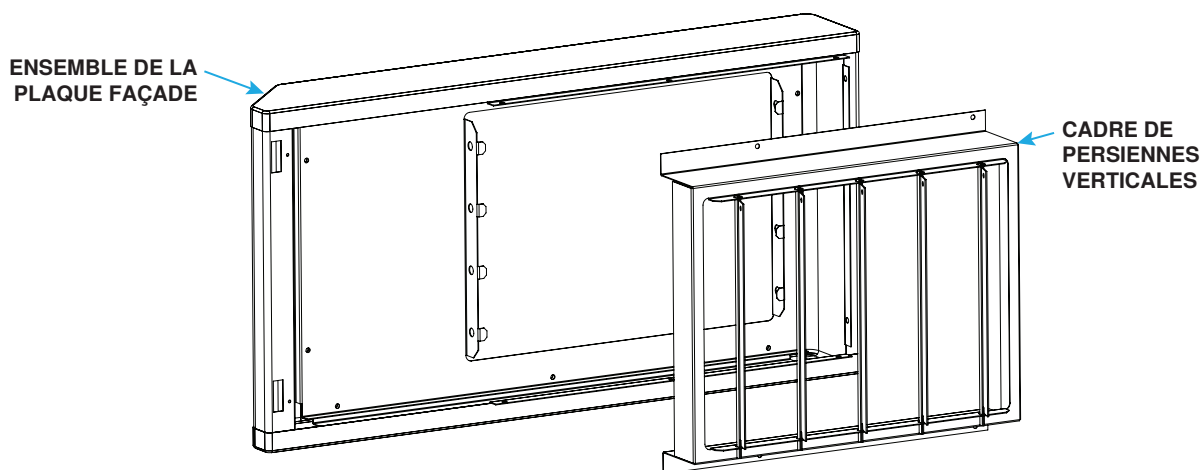
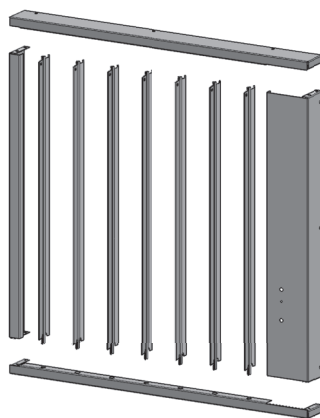

Figure 1. Ensemble de plaque frontale typique d'un appareil de chauffage au gaz (avec cadre à persiennes verticale illustré)
Figure 2. Cadre à persiennes verticales pour chauffage hydronique typique avec persiennes
2. Pour un appareil de chauffage au gaz, enlevez l'assemblage de la plaque frontale (voir **Figure 1**) :
- a. Pour un appareil de chauffage au gaz (voir **Figure 1**) :
- (1) Dans l'ouverture de la plaque frontale pour le cadre de la persienne, retirez et conservez les vis de la plaque frontale.
- (2) Placez le cadre du persienne dans la plaque frontale de manière à ce que les trous soient alignés et fixez le cadre à travers la plaque frontale à l'assemblage de la plaque frontale à l'aide des vis existantes.
- (3) Installez l'ensemble de la plaque frontale et fixez-le à l'avant de l'unité à l'aide des vis existantes.
- (4) Réinstallez les deux vis existantes à l'arrière de la plaque frontale à côté des fentes de la porte d'accès.
- (5) Placez les languettes de la porte d'accès dans les fentes, reconnectez la courroie de porte, fermez la porte et serrez la vis de verrouillage.
- b. Pour le chauffage hydronique (voir **Figure 2**) :
- (1) Assemblez les panneaux supérieur, inférieur et latéraux du cadre des persiennes, alignez les trous et fixez les panneaux ensemble à l'aide des vis du kit.
- (2) Positionner le cadre contre la plaque frontale noire encastrée sur l'unité.
- (3) Alignez les trous à l'intérieur du haut, du bas et des côtés du cadre et fixez le cadre à l'unité à l'aide des vis du kit.